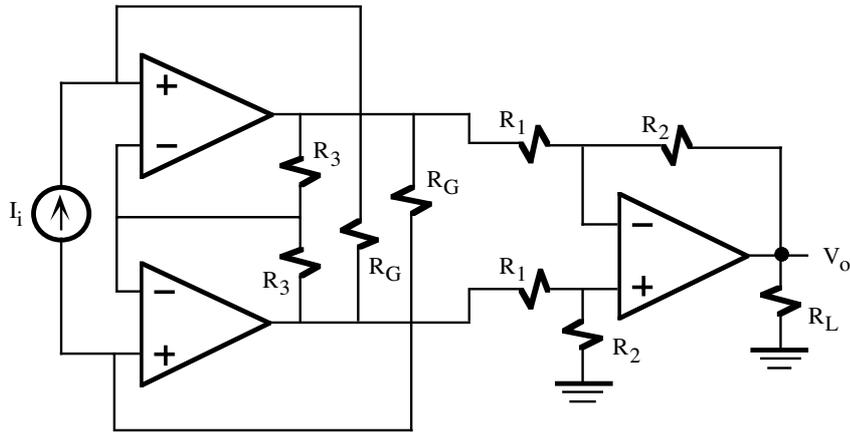

Figura P8.11
**P8.11** El circuito de la figura P8.11 es un convertidor corriente-tensión. Obtener la expresión que relaciona la tensión de salida  $V_o$  con la corriente de entrada  $I_i$ .